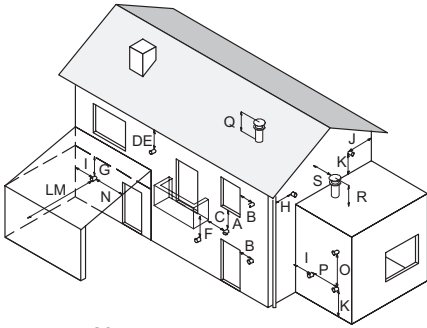

Рисунок 5.23
- устанавливать с соблюдением минимальных расстояний Рисунок 5.23 и действующего национального и местного законодательства.